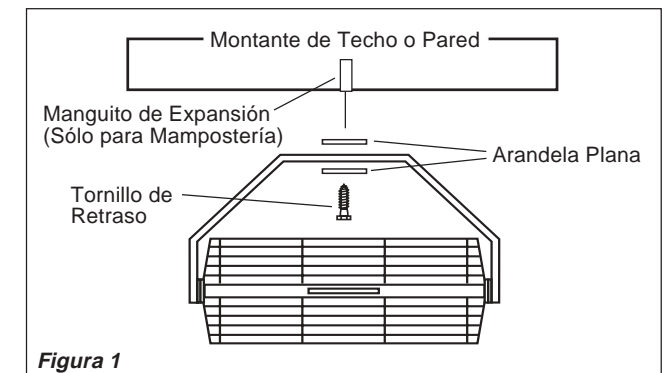

Figura 1
1. ESTRUCTURAS DE MADERA: Localice el montante de pared o techo más cercano a la ubicación deseada para el Ventilador. Una el Ventilador al montante, usando uno Tornillo de Retraso de 5/16" de diámetro x 2" de longitud (No Proporcionados). (Figura 1)
3. ESTRUCTURAS DE MAMPOSTERÍA: Fijar el Ventilador con un Tornillo Tipo Tirafondo de 3/8", con Maguito de Expansión de longitud adecuada (No Suministrado). (Figura 1)